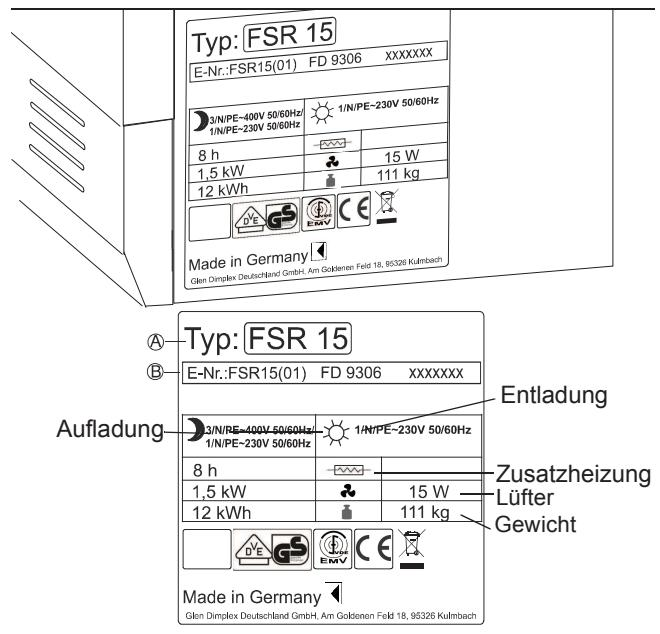

Abb. 32: Typenschild auf Seitenwand
Für die Auftragsbearbeitung werden der Gerätetyp (A), die Erzeugnis-Nummer (B) und das Fertigungsdatum (FD) des Gerätes benötigt. Diese Angaben finden Sie auf dem Typenschild, auf der rechten Seitenwand. Siehe Abb.32